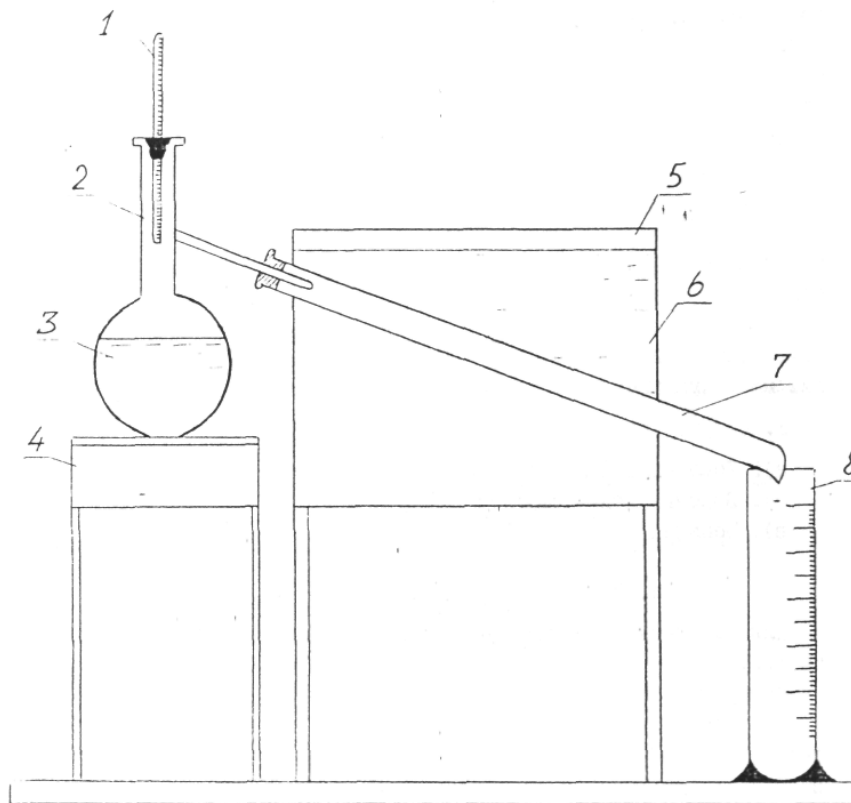

Рисунок 1 - Прибор для определения фракционного состава топлива
- а) установка для перегонки бензина (рис.1);
Для перегонки бензина используется установка, изображенная на рис.1.